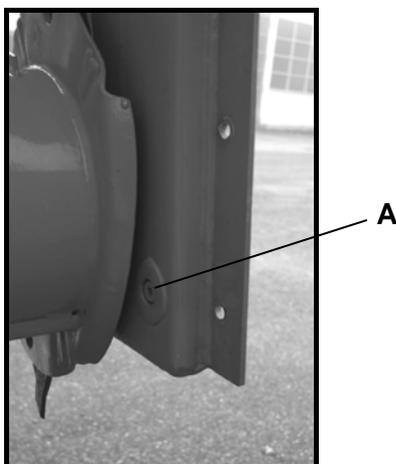

Abbildung 41: Einfüllöffnung Mähbalken
Die **Einfüllöffnung und Ablassschraube (A)** Abbildung 41 befindet sich beidseitig auf der Oberseite des Mähbalkens. Zum Wechseln des Öls muss der Mähbalken angehoben und gegen Herunterfallen gesichert werden. Der Mähbalken muss außerdem **waagrecht** ausgerichtet sein, so dass über die Einfüllöffnung der **Ölstand geprüft** werden kann. Nach dem Einfüllen der vorgeschriebenen Menge sollte dieser **6 bis 8 mm** betragen.